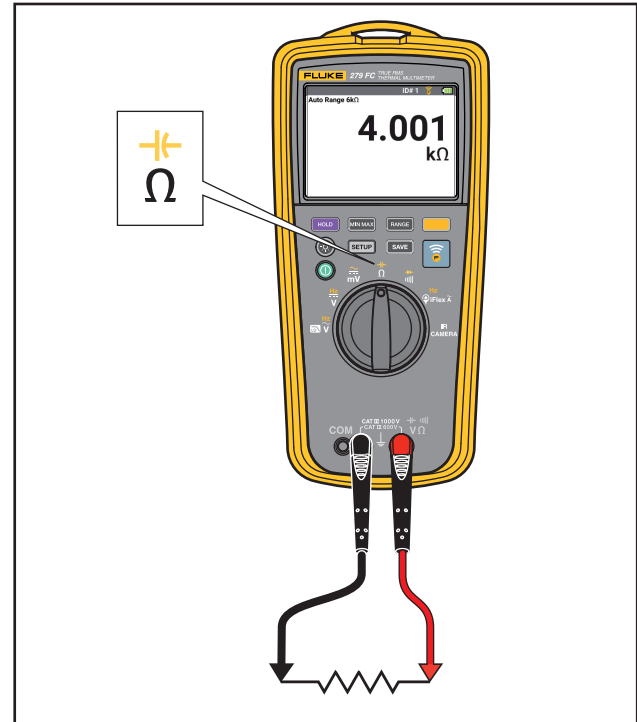

Abbildung 7. Widerstandsmessungen
- Widerstandsmessungen, siehe Abbildung 7.
Bei Widerstandsmessungen sendet das Multimeter einen kleinen Strom durch den Schaltkreis. Da der Strom durch alle möglichen Pfade zwischen den Messfühlern fließt, stellt die Anzeige den Gesamtwiderstand aller Pfade zwischen den Messfühlern dar. Siehe Abbildung 7.